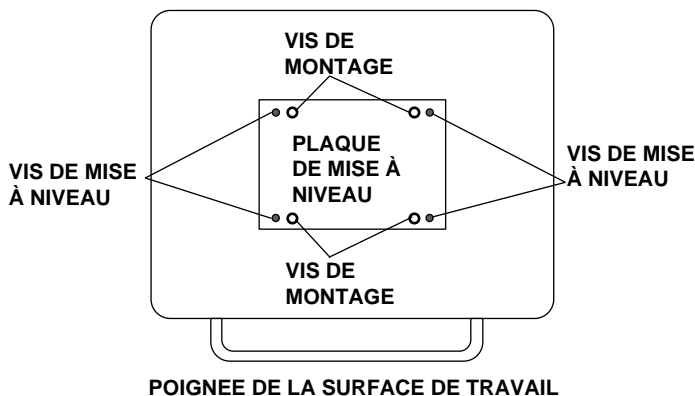

Figure 12. Mise à niveau de la surface de travail
3. Repérer les quatre vis de montage qui se trouvent dans la plaque de mise à niveau située sur la face inférieure de la surface de travail (voir la Figure 12). A l'aide d'une clé à six pans de 3/16, desserrer les vis sans les retirer.